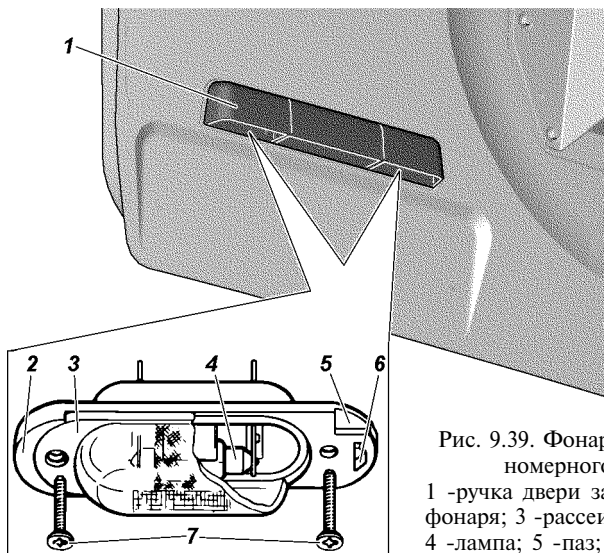

Рис. 9.39. Фонари освещения номерного знака:
**Фонари освещения номерного знака** установлены в ручке двери задка. Для замены лампы отверните винты 7 (рис. 9.39) и выньте фонарь. Вставьте отвертку в паз 5 и, нажав на защелку 6, снимите рассеиватель 3.